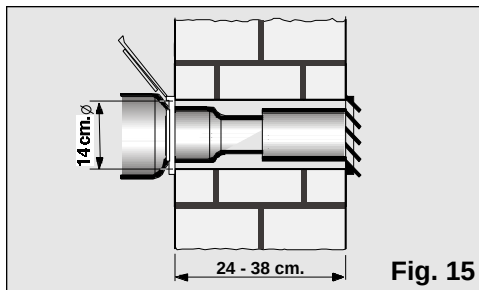

Fig. 15
- ❑ Pour expulser l'air chaud à travers le mur, il faut pratiquer un orifice de 14 cm de diamètre dans celui-ci afin de placer la traversée, **Fig. 15**.